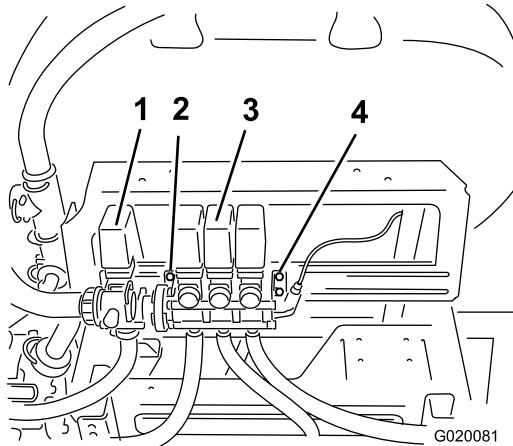
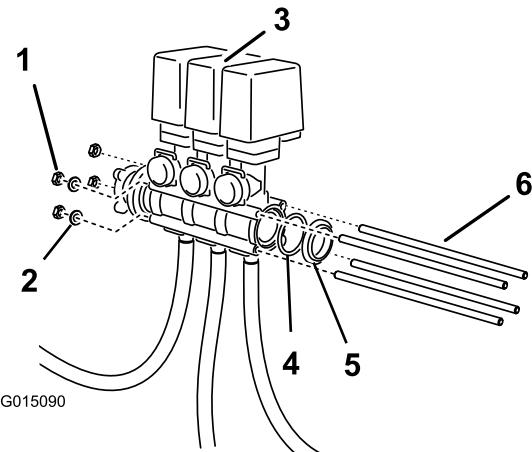

Рисунок 4
Рисунок 6
1. Ослабьте затяжку (не выворачивая полностью) болтов крепления клапана стрелы в сборе к правому монтажному кронштейну (Рисунок 4).
8. Вставьте резьбовые штоки через отверстия в корпусах перепускных клапанов стрелы, а два ближайших к монтажной балке штока – через левый монтажный кронштейн (Рисунок 4 и Рисунок 6).